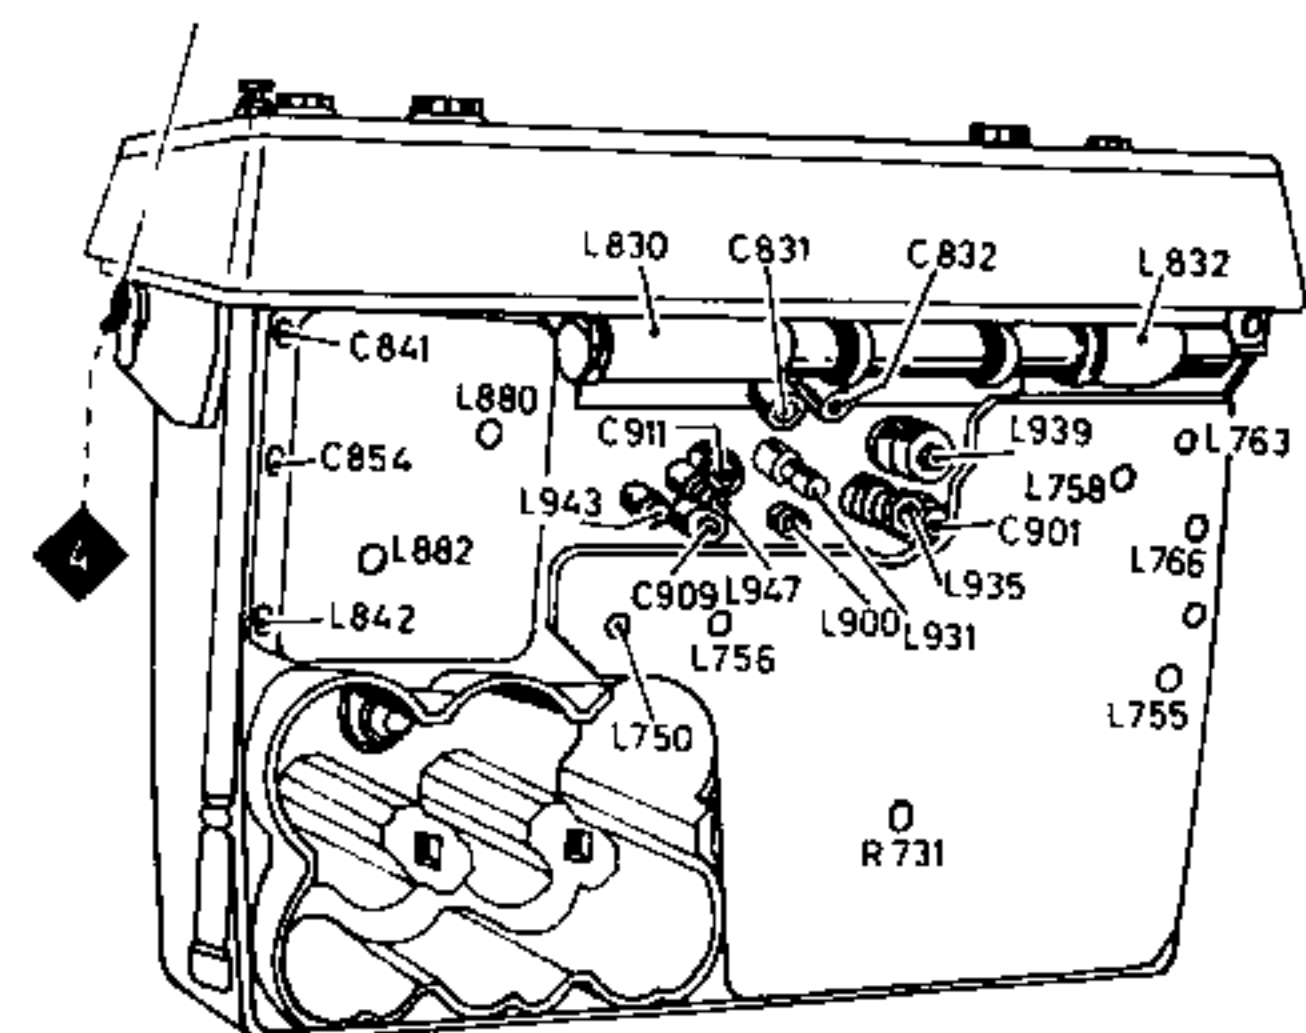

Fig. 6
ab Antennenanschluß Fig. 6 (4)
4. Den Ruhestrom ca. 1 Minute nach dem Einschalten des Gerätes mit dem Einstellregler R 731 auf 7mA +1,4 mA -0,7 mA bei einer Betriebsspannung von 9 V einstellen, Fig. 6.